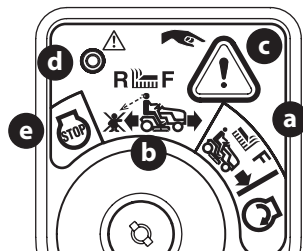

Figure 23
- Tournez la clé de la position de tonte normale (a) à la position de tonte en marche arrière (b) (b) à la position d'allumage (Figure 23).
- Appuyez sur le bouton de marche arrière (c) situé dans le coin supérieur droit du module de commutateur d'allumage. Le témoin lumineux rouge (d) dans le coin supérieur gauche s'allume lorsque le bouton de marche arrière est activé (Figure 23).
- Regardez toujours derrière vous et par terre avant de reculer et lorsque vous reculez pour vous assurer qu'il n'y a pas d'enfants à proximité. Après avoir repris la marche avant, tournez la clé à la position de tonte normale (a) (Figure 23).
6. Le mode de tonte en marche arrière  (b) demeure activé jusqu'à ce que (Figure 23 à la page 88) :